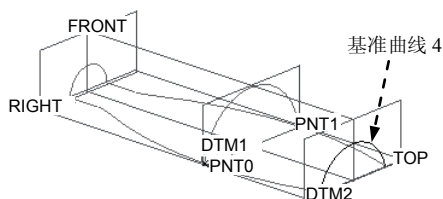
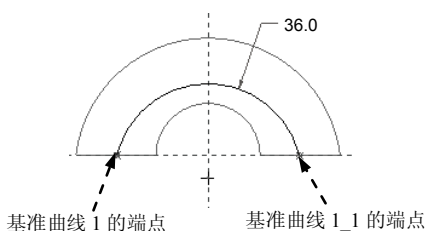

图 6.7.17 创建基准曲线 4
图 6.7.18 截面草图
Step10. 创建图 6.7.17 所示的基准曲线 4。
(1) 单击“草绘基准曲线”按钮 。
(2) 定义草绘截面放置属性: 设置 DTM2 基准平面为草绘平面; 采用默认的草绘视图方向; TOP 基准平面为草绘平面的参照, 方向为 ; 单击  按钮。
(3) 进入草绘环境后, 接受默认草绘参照, 再选取基准曲线 1 和基准曲线 1_1 的端点为草绘参照, 然后绘制图 6.7.18 所示的截面草图, 完成后单击  按钮 (注意: 圆弧的两个端点分别与基准曲线 1 和基准曲线 1_1 的端点对齐)。